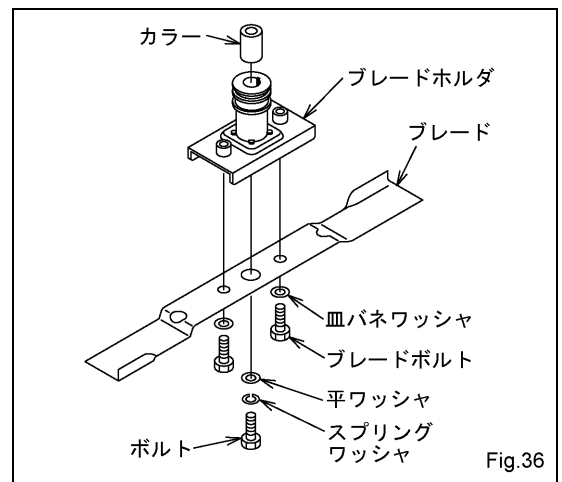

Fig.36
- ブレードを回らないように固定してブレードボルトをゆるめ、(ブレードボルトは右ネジですので、左方向に回すとゆるみます)ブレードを取り外します。(Fig.36)